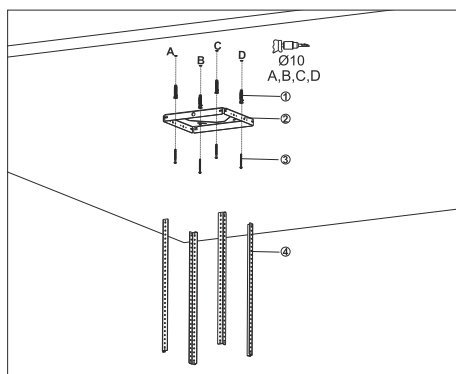

Fig. 10
1. ➤ Markera A, B, C och D i taket där takplattan ska monteras och borra Ø10mm hål (Fig. 10).
2. ➤ Tryck i Ø10mm pluggar i A, B, C och D (Fig. 10).
3. ➤ Montera takplattan i taket genom att skruva fast den med 4 st 5,5x60 skruvar på A, B, C och D (Fig. 10).